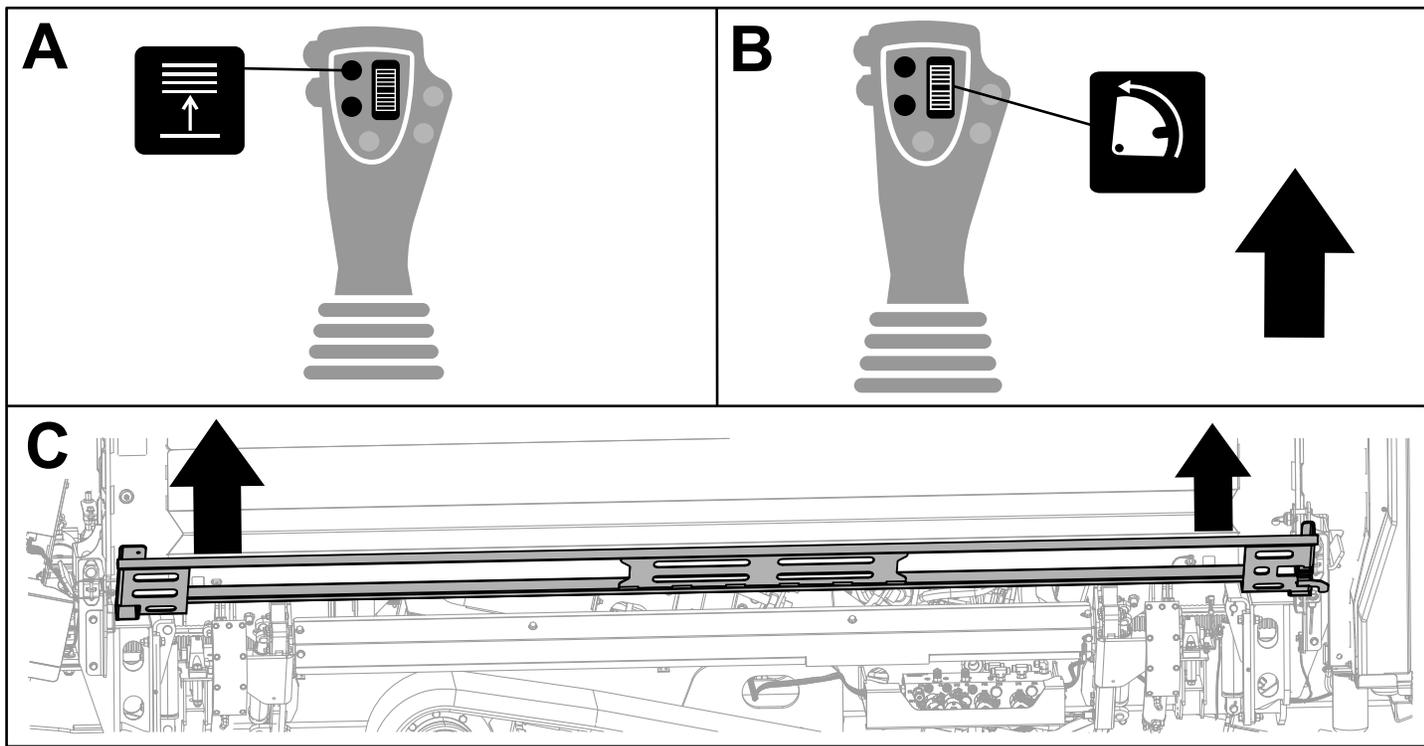

Figura 42
3. Eleve el elevador (Figura 42).
4. Mueva el dial de giro de la leva hacia ARRIBA para girar el conjunto de leva fuera del portatubos (Figura 42).
5. Eleve el protector del cargador de tubos (Figura 42).